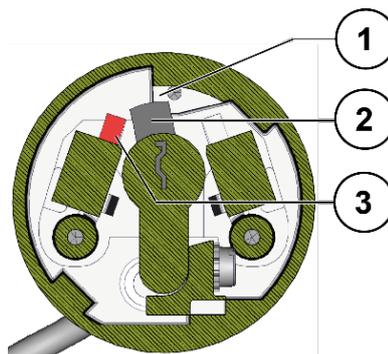

Abb. 5: Position Schließbart
- ▶ Drehen Sie den Schlüssel leicht nach links, siehe Abb.: 5.
- ▶ Drehen Sie die Sicherungsschraube PHZ (6) mit einem Schlitzschraubendreher heraus.
- ▶ Ziehen Sie den Profil-Halbzylinder (4) aus dem Deckel heraus.